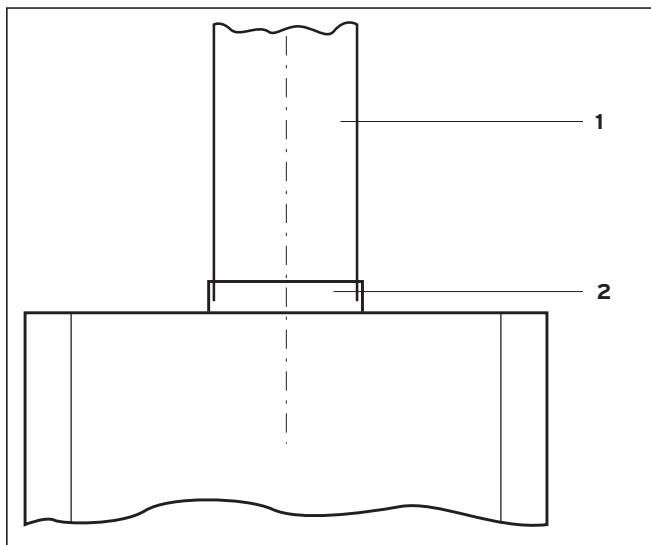

Рис. 5.1 Подключение к дымоходу
- Установите трубу дымохода **(1)** в патрубок трубы дымохода **(2)** на предохранителе тяги, см. рис. 5.1 Подключение к дымоходу.